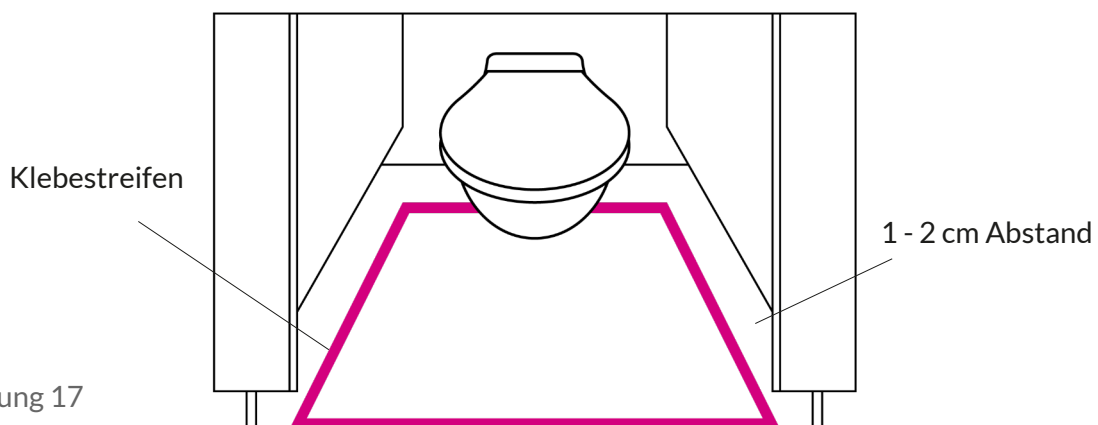

Abbildung 17
3. Klebestreifen entlang der Fußleiste kleben. Mit den Klebstreifen einen Abstand von 1-2 cm zur Fußleiste / Wand halten. (Siehe Abbildung 17 unten.)
Während der Kalibrierung, wird der Gerätezustand über die Leuchtdiode in der Mitte der Geräteunterseite angezeigt. (siehe Abb. 17)